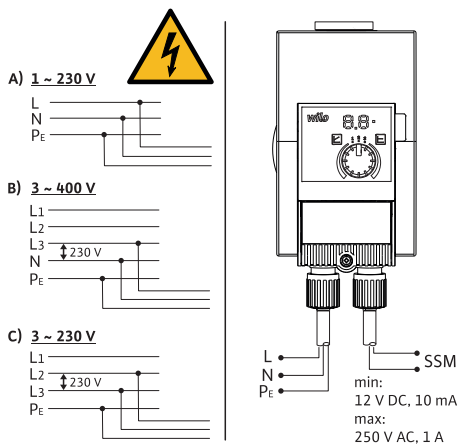

Fig. 3: Можливості під'єднання
- Під'єднувати до мереж низької напруги 230 В. У разі під'єднання до мереж IT (конфігурація мережі Isol   Terre) обов'язково переконайтеся, що напруга між фазами (L1-L2, L2-L3, L3-L1 → Fig. 3) не перевищує 230 В.